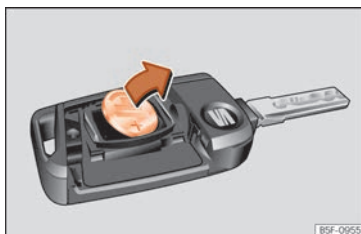

Fig. 142 Llave del vehículo: extracción de la pila.
- Extraiga la pila del compartimento con un objeto fino adecuado **» fig. 142.**
- Coloque la pila nueva tal como se muestra **» fig. 142** y presiónela en el compartimento para la pila en sentido contrario a la flecha **» ②.**